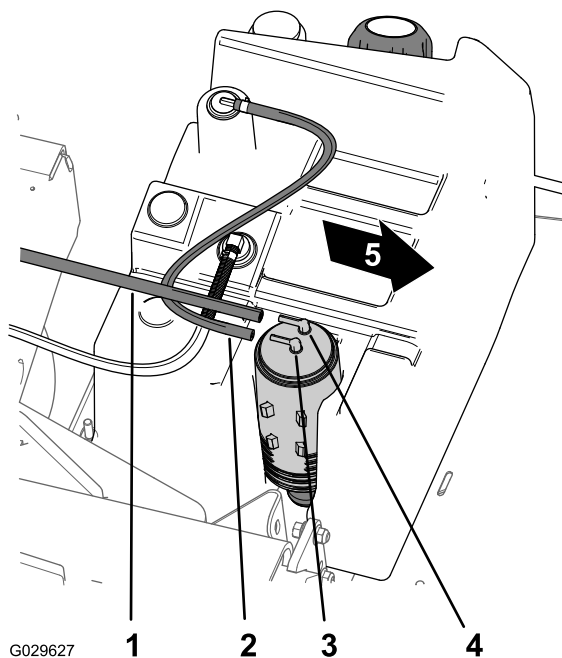

Figura 47
2. Retire o tubo do depósito de combustível da un 1/2 no recipiente de carbono assinalada Combustível (Figura 47).
1. Retire o tubo de v 1/2 da un 1/2 no recipiente de carbono assinalada Purga (Figura 47).
8. Monte o tubo de ventilação na união no recipiente de carbono assinalada Purga e o tubo do depósito de combustível na união assinalada Depósito de combustível (Figura 47).